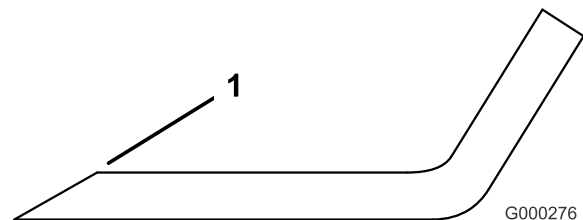

Figura 32
3. Inspeccione as extremidades de corte de todas as lâminas. Afie as extremidades de corte se estas apresentarem sinais de desgaste ou ranhuras. Afie apenas o lado superior da parte cortante e mantenha o ângulo de corte original para garantir um desempenho eficaz da lâmina (Figura 32). A lâmina mantém o equilíbrio se for retirada a mesma quantidade de metal de ambas as partes cortantes.